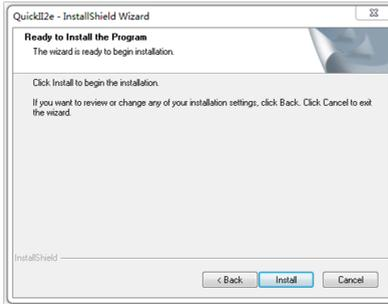

图 1.5
- 若用鼠标左键单击 (Next) 按钮, 则进行下一步安装, 进入安装类型选择画面, 如图 1.5 所示。
4、进入“准备安装程序”画面如图 1.5 所示。